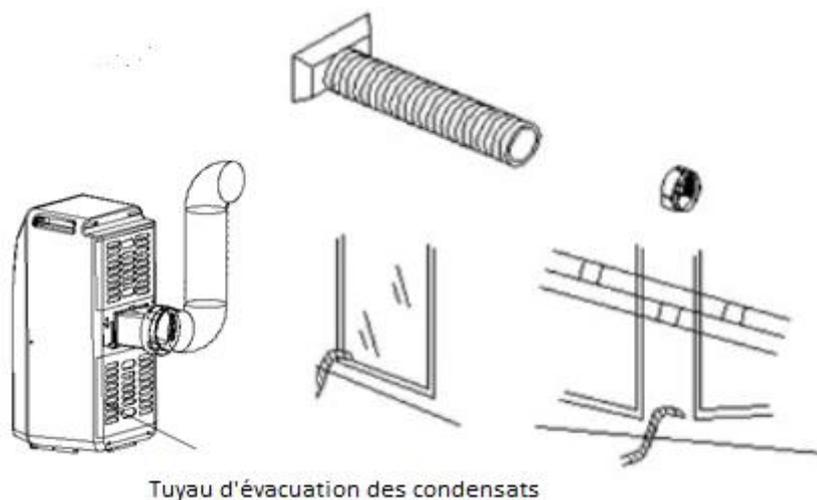

Fig.9
4) Comme indiqué sur la Fig.9, raccorder le tuyau de vidange (uniquement pour l'utilisation en mode chauffage).